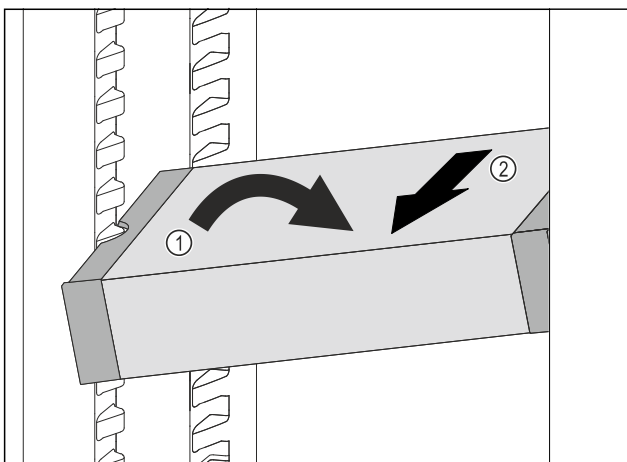

Fig. 97
- ▶ Встановити VarioSafe під кутом в охолоджувальному відділенні. Fig. 97 (1)
- ▶ Витягнути VarioSafe вперед. Fig. 97 (2)